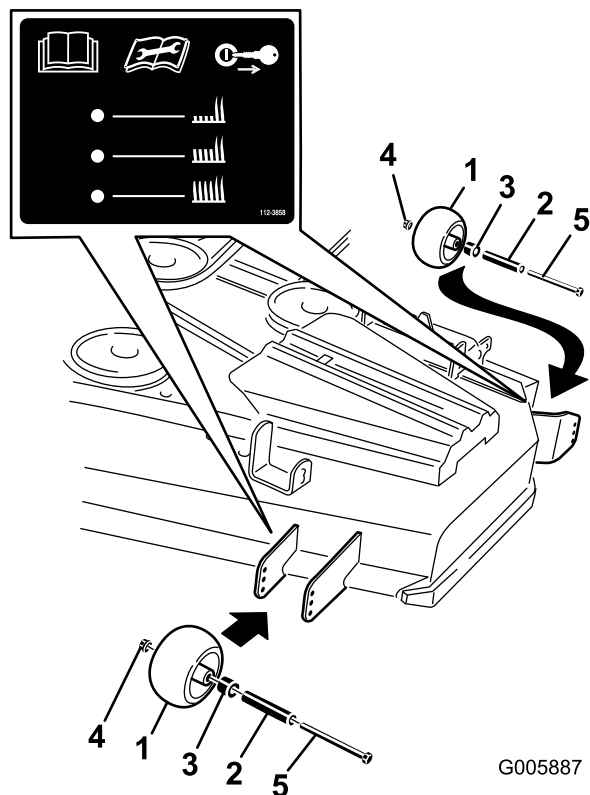
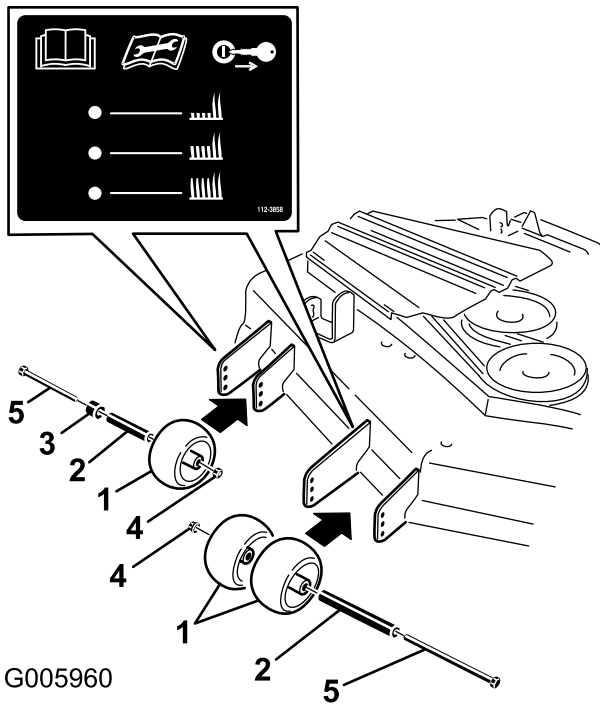

Figura 19
Figura 20
3. Después de ajustar la altura de corte, ajuste los rodillos retirando la tuerca con arandela prensada, el casquillo, el espaciador y el perno (Figura 19 o Figura 20).
Nota: Los dos rodillos centrales no tendrán espaciador (Figura 19 o Figura 20).
5. Instale la tuerca con arandela prensada, el casquillo, el espaciador y el perno. Apriete a 54-61 Nm (Figura 19 o Figura 20).